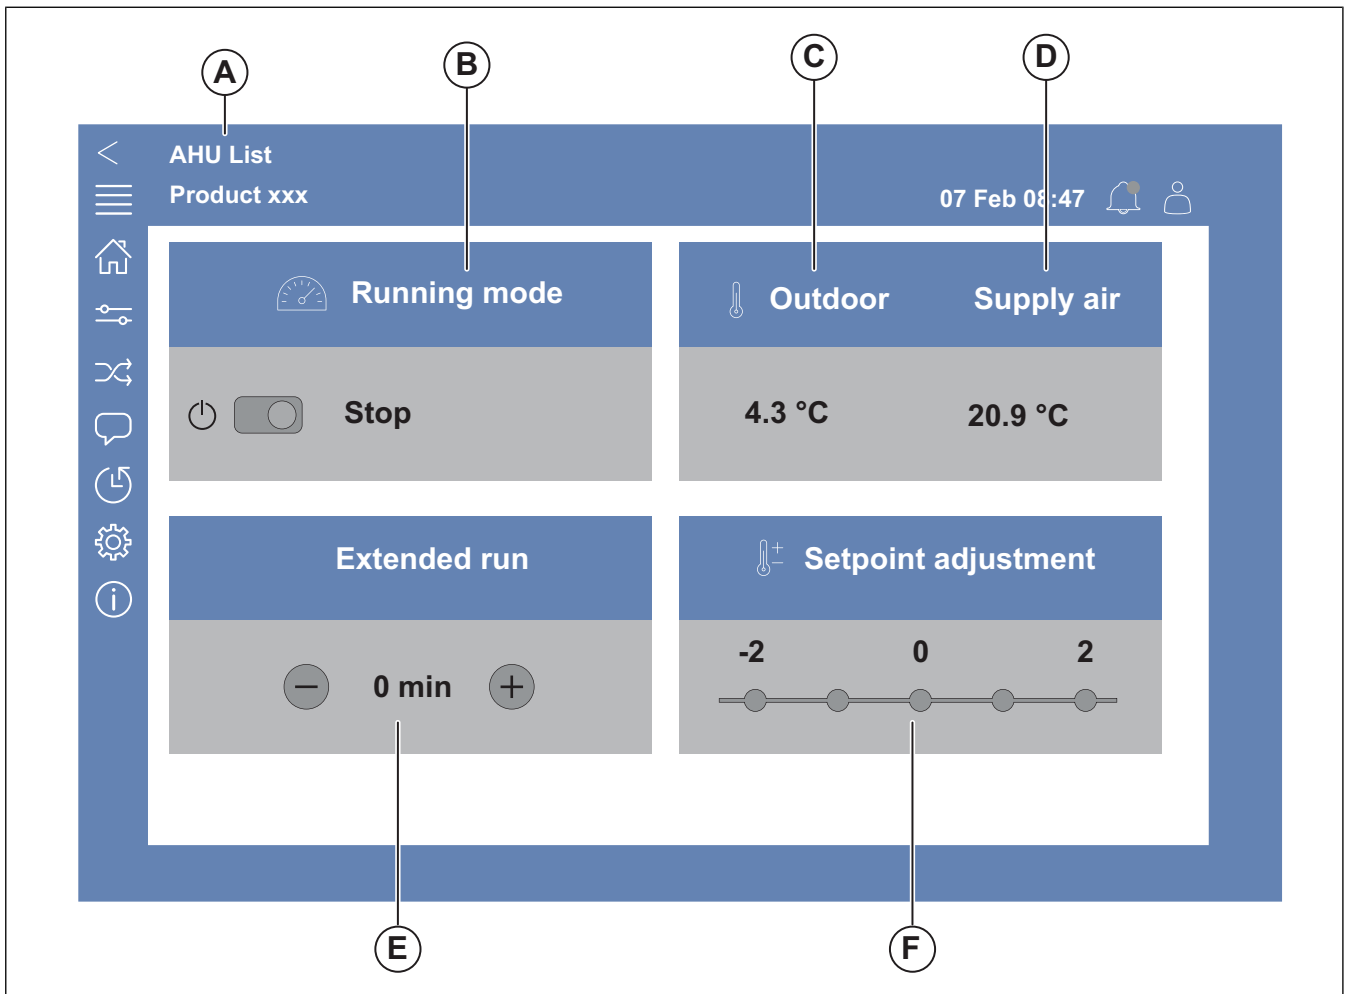

Fig. 1 Hjem (startside)
- Tryk på AHU-listen (A), referer til Fig. 1 Hjem \(start-side\). Tilgængelige produkter vises på skærmen.